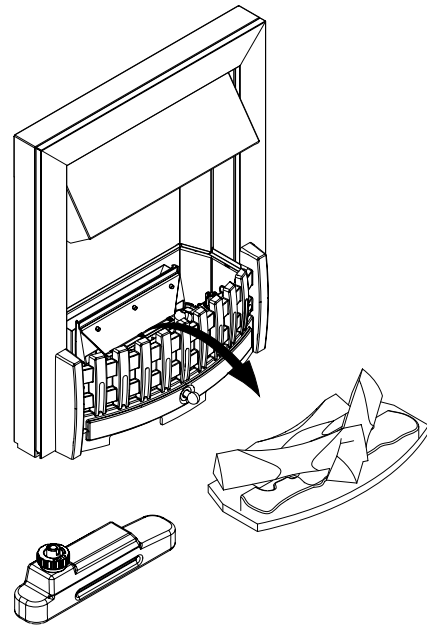

Fig.3
1. Lasciando l'effetto fiamma attivo, sollevare il piano del combustibile e il serbatoio dell'acqua (vedere Fig. 3).
2. Sollevare delicatamente il piano del combustibile e metterlo da parte facendo attenzione (vedere Fig. 3).
2. Sollevare delicatamente il piano del combustibile e metterlo a terra facendo attenzione (vedere Fig. 3).